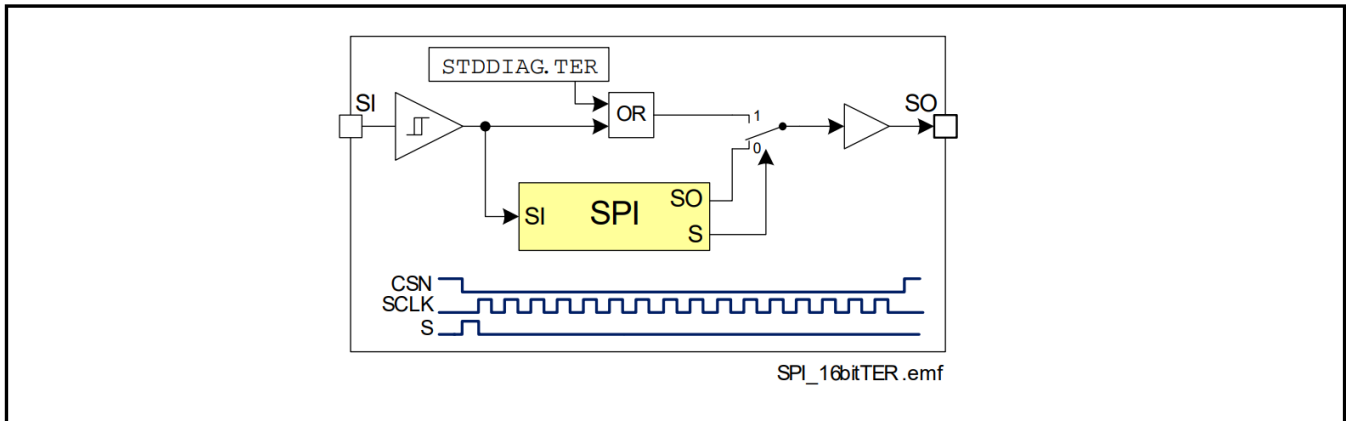

图 29 TER 位 CSN 低电平到高电平
- TER 标志将置位STD诊断帧第10位。在欠压条件后，该位置位为高电平，通过SPI 指令复位，进入故障行驶功能状态或在不正确的SPI传输后。根据 图 29，TER 标志也可以在 CSN 下降沿和 SCLK 第一个上升沿之间的 SO 线上直接读取。